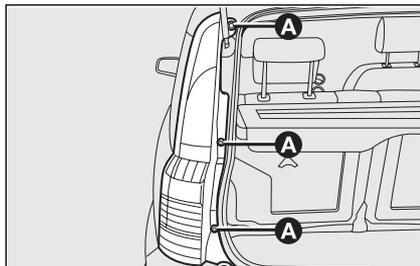

fig. 32
- svitare le tre viti **A**-fig. 32 dalle rispettive sedi, tirare delicatamente verso di sé il fanale completo fino al totale disimpegno delle tre mollette di aggancio (sono fissate a pressione) e sganciare il connettore;